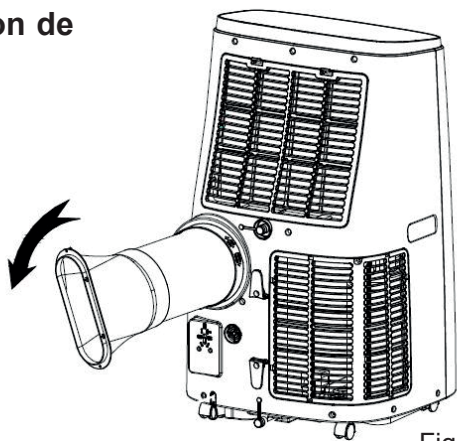

Figure1
1.1 Installer le tuyau d'évacuation de chaleur assemblé (voir Fig.1)
- 2) Insérez le tuyau d'évacuation de chaleur (l'extrémité du joint du tuyau d'évacuation) dans la fente d'aération du panneau arrière (vissez en tournant vers la gauche) et finissez l'assemblage (voir Figure 1).